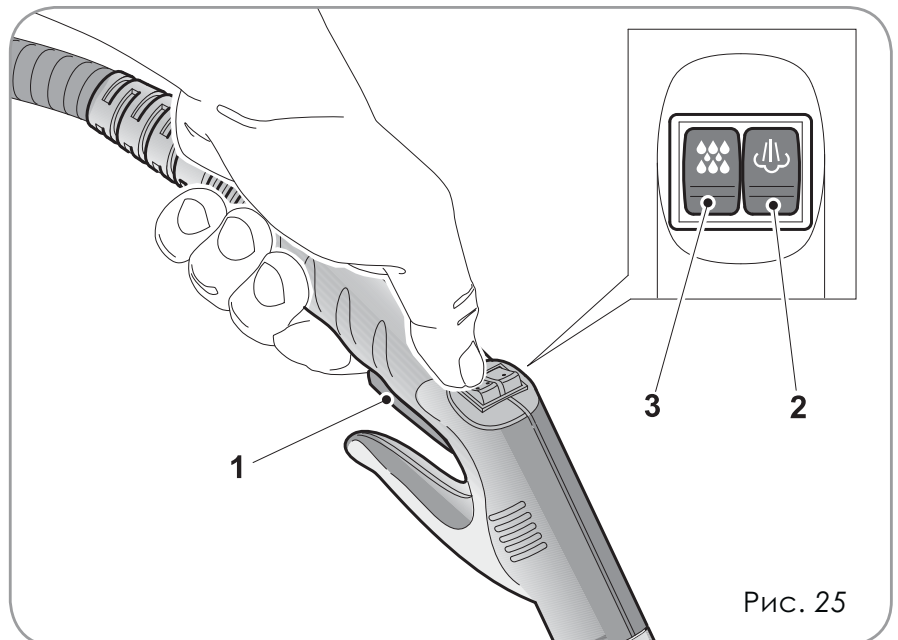

Рис. 25
Необходимо нажать кнопку 2 (рис. 25) для включения или отключения функции подачи пара.
Следует нажать рычаг (1) рукоятки, чтобы активировать выход пара до его отпускания (Рис. 25).
При нажатии кнопки 1 и 3 (Рис. 25) моющее средство будет выходить одновременно с паром.
Отпуская кнопку 3 Рис. 25, подача моющего средства будет прекращена.